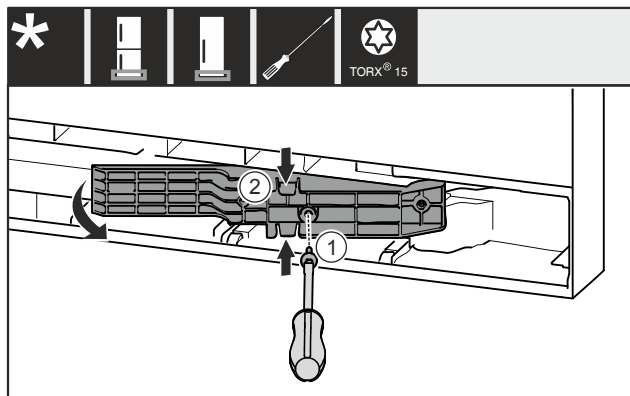

Fig. 19 *
- Odstraňte šroub Fig. 19 (1)*
- Adaptér Fig. 19 (2) nahore a dole mírně stlačte k sobě a vytáhněte.*